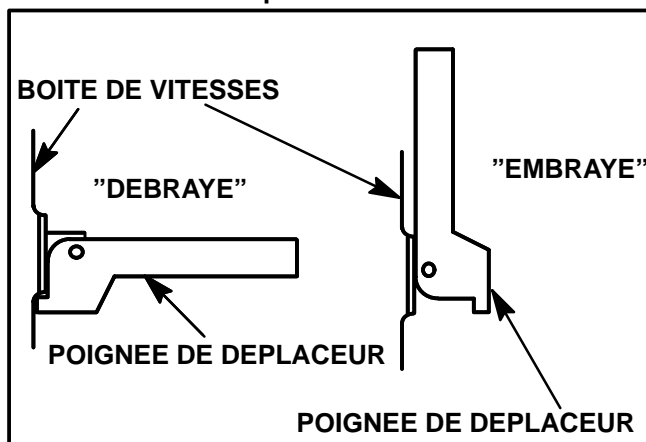

FIGURE 21
- Placer la poignée de déplacement de la lame sur "débrayé" (poignée dirigée vers l'extérieur de l'appareil). Se reporter à la figure 21.